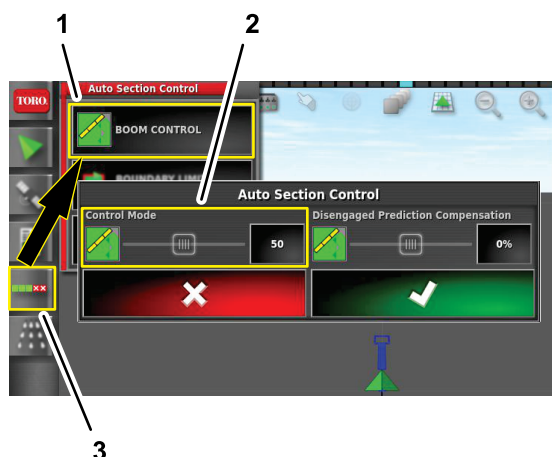

Figura 107
1. Pressione o ícone CONTROLO AUTOMÁTICO DE SECÇÕES (Figura 107).
2. Pressione o ícone CONTROLO DA BARRA (Figura 107).